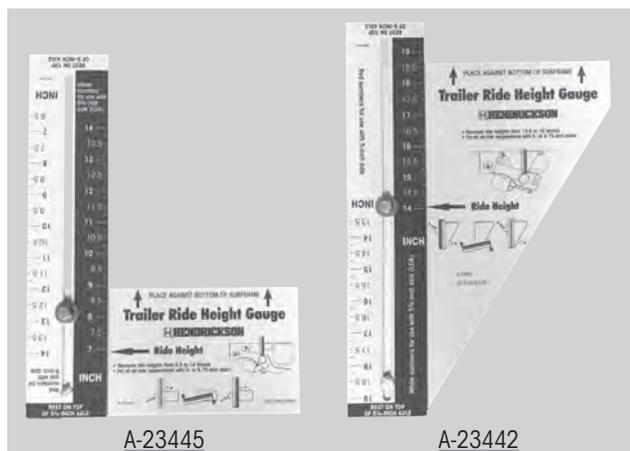

Figura 3: Escantillones de altura de manejo de Hendrickson
- i. **Utilice** un Escantillón de Altura de Manejo de Hendrickson (Figura 3) para medir la distancia entre el eje y la superficie de montaje de la suspensión. El escantillón funciona para ambos ejes de 5 pulgadas y LDA (5.75-pulgadas). Asegúrese de que se está utilizando la escala apropiada durante la medición.